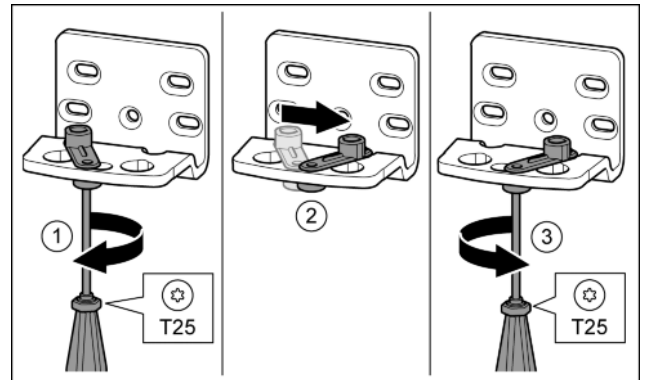

Fig. 16
- ▶ Schraube mit Schraubendreher T25 lose schrauben. Fig. 16 (1)
- ▶ Türschließhilfe anheben und um 90° nach rechts in Bohrung drehen. Fig. 16 (2)
- ▶ Schraube mit Schraubendreher T25 festschrauben. Fig. 16 (3)